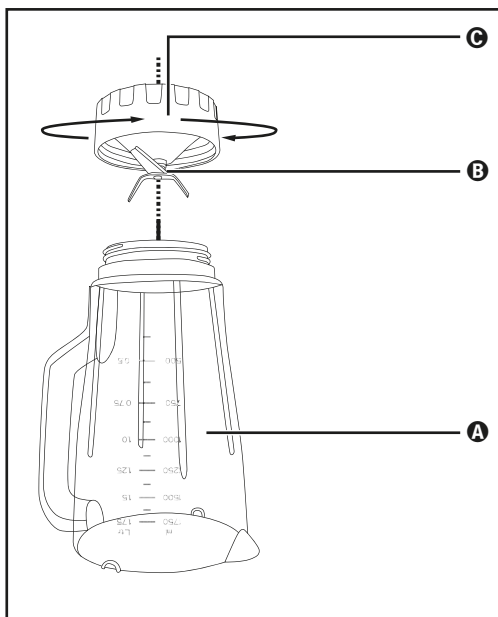

Fig. 3
- 2) Renversez l'appareil et tournez la pièce en plastique inférieure ❸ du bol mixeur ❸ dans le sens antihoraire afin qu'elle se détache de la pièce en plastique supérieure ❶ du bol mixeur ❸ (voir fig. 3).